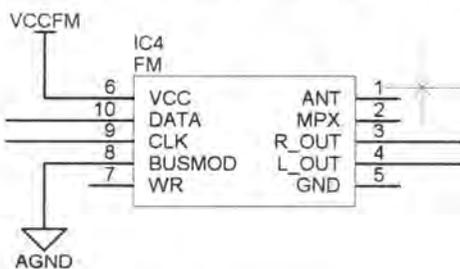

图 3-95 开始放置
- [1] 执行【Place】/【Directives】/【No ERC】命令，或者单击【Wiring】工具栏中的放置忽略 ERC 检查符号图标，光标变为“十”字形形状，并附有一个红色的小叉（忽略 ERC 检查符号），如图 3-95 所示。